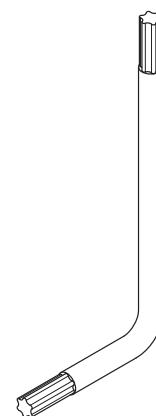

Fig.6
1. Munirsi della chiave a L (3MECL0001) in dotazione apposita per viti TORX di sicurezza (Fig.6) e svitare la vite nella parte anteriore;